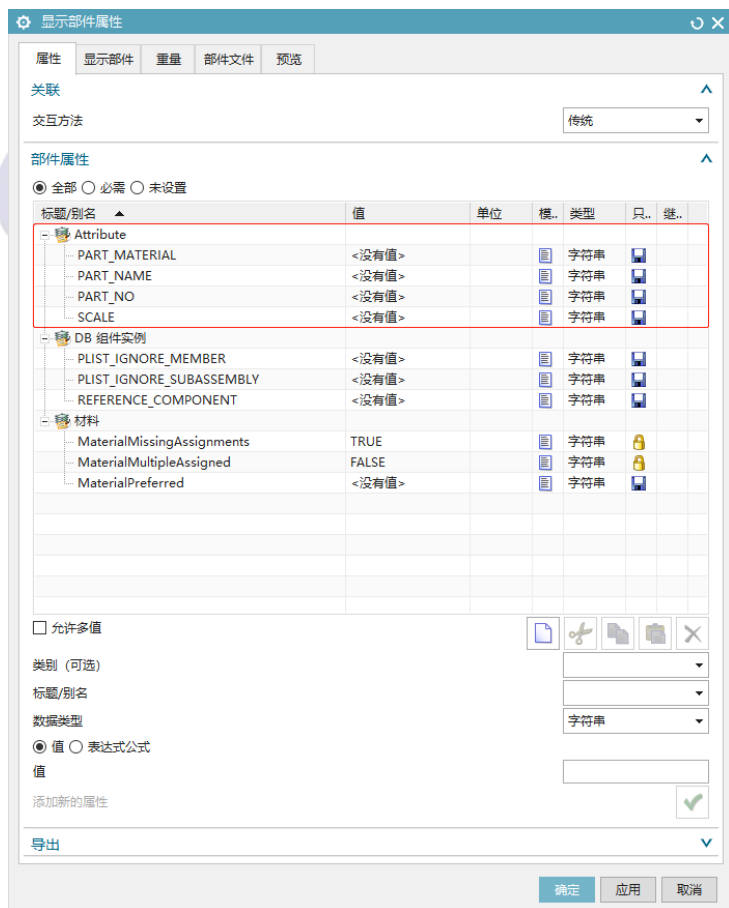

图 6
6.将用户默认设置进行确定保存，重启 NX，选择任意一个模板进入，查看属性，就会发现我们制作的属性就已经进入到模板中来了，如下图 6 所示：